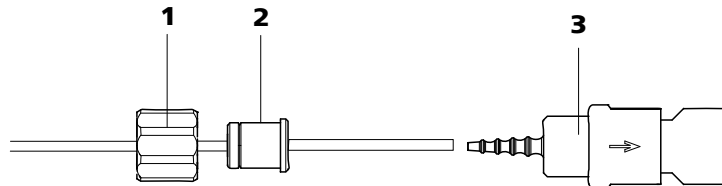

Abbildung 28 Pumpschlauch-Verbindung mit Filter installieren
- **Fall A:** eine Pumpschlauch-Verbindung **mit Filter** (6.2744.180) (siehe Abbildung 28, Seite 49) oder